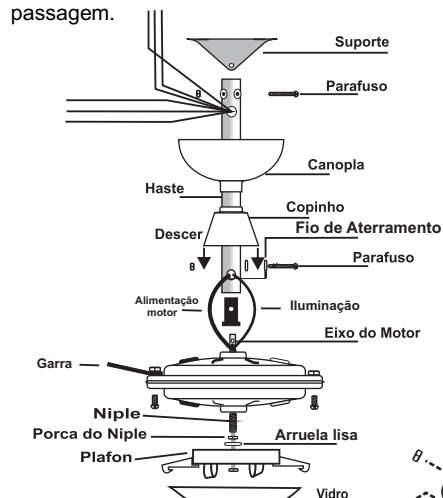

Fig.03
-Coloque o copinho (6) na haste (2) no lado que tem o furo menor e a canopla (3) no lado que tem o furo maior conforme fig.03. -Encaixe a bucha (13) no lado da haste que tem o furo menor (os furos da bucha e da haste devem estar alinhados). Coloque as borrachas compensadoras no lado da haste que tem o furo maior conforme fig.05. Encaixe a haste no eixo do motor alinhando os furos, em seguida, passe o parafuso (16), já com o fio de aterramento e arruela dentada através da haste fixando-o com a porca (20). Conforme fig. 3 e 4. Passe os fios do motor, de iluminação e de aterramento pelo interior da haste através das aberturas de passagem.